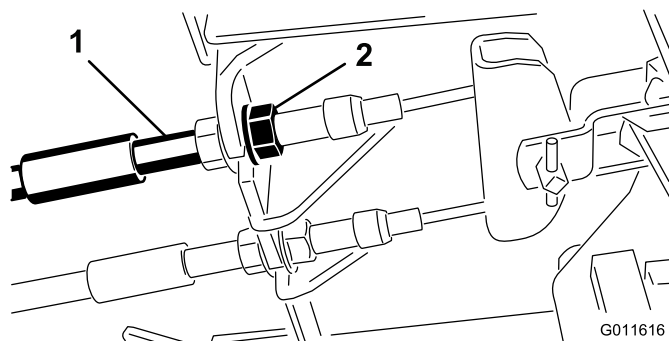

Figure 59
1. Pour réduire la garde aux pédales de frein, serrez les freins en desserrant l'écrou avant sur l'extrémité fileté du câble de frein (Figure 59).